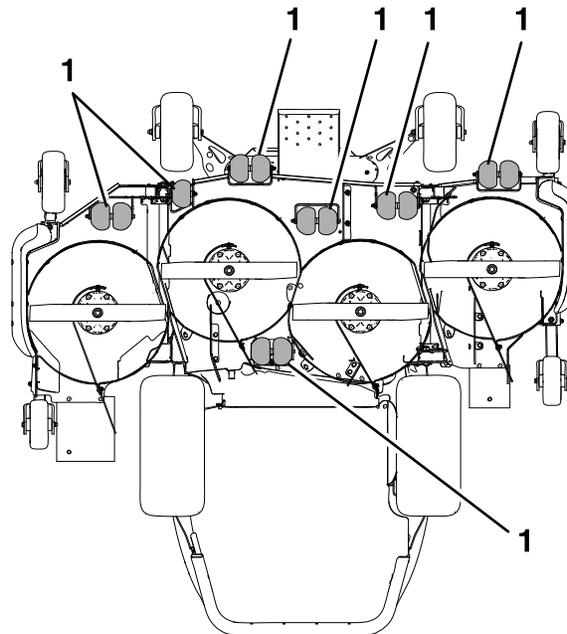

**Рисунок 29**
- Затяните контргайку с нейлоновым кольцом Nyloc ( $\frac{3}{8}$  дюйма) с моментом от 41 до 47 Н·м, как показано на Рисунок 29.